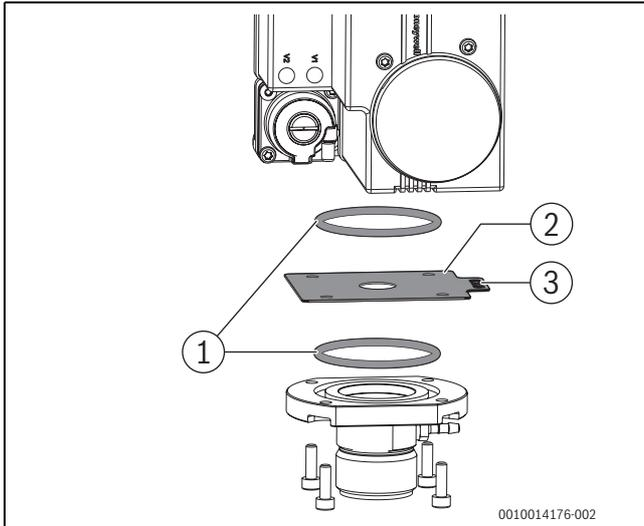

Bild 27 Gasblende austauschen (Kesselgröße 75; 100; 150 [bis V03]; 200 – 300 kW)
- ▶ Gasblende (→ Bild 27 und 28, [2]) abnehmen und gegen die der ge-
- ▶ O-Ringe (→ Bild 27 und 28, [1]) auf Beschädigung prüfen und gege-
Gasblende mit der Beschriftung (→Bild 27 [3]) nach oben einlegen, Beschriftungslasche nach rechts zeigend.